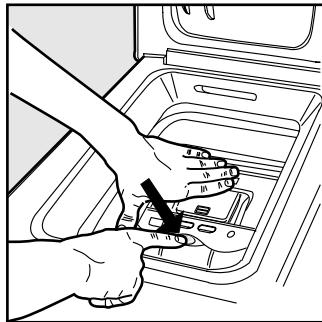

Рис. 2
Б) Затем, используя обе руки, откройте барабан, как показано на рис. 2:
- Нажмите кнопку, обозначенную стрелкой на рис. 2, слегка вниз, другой рукой придерживая дверцы (так вы избежите внезапного открывания дверок и защемления пальцев); дверцы расцепятся и легко откроются.